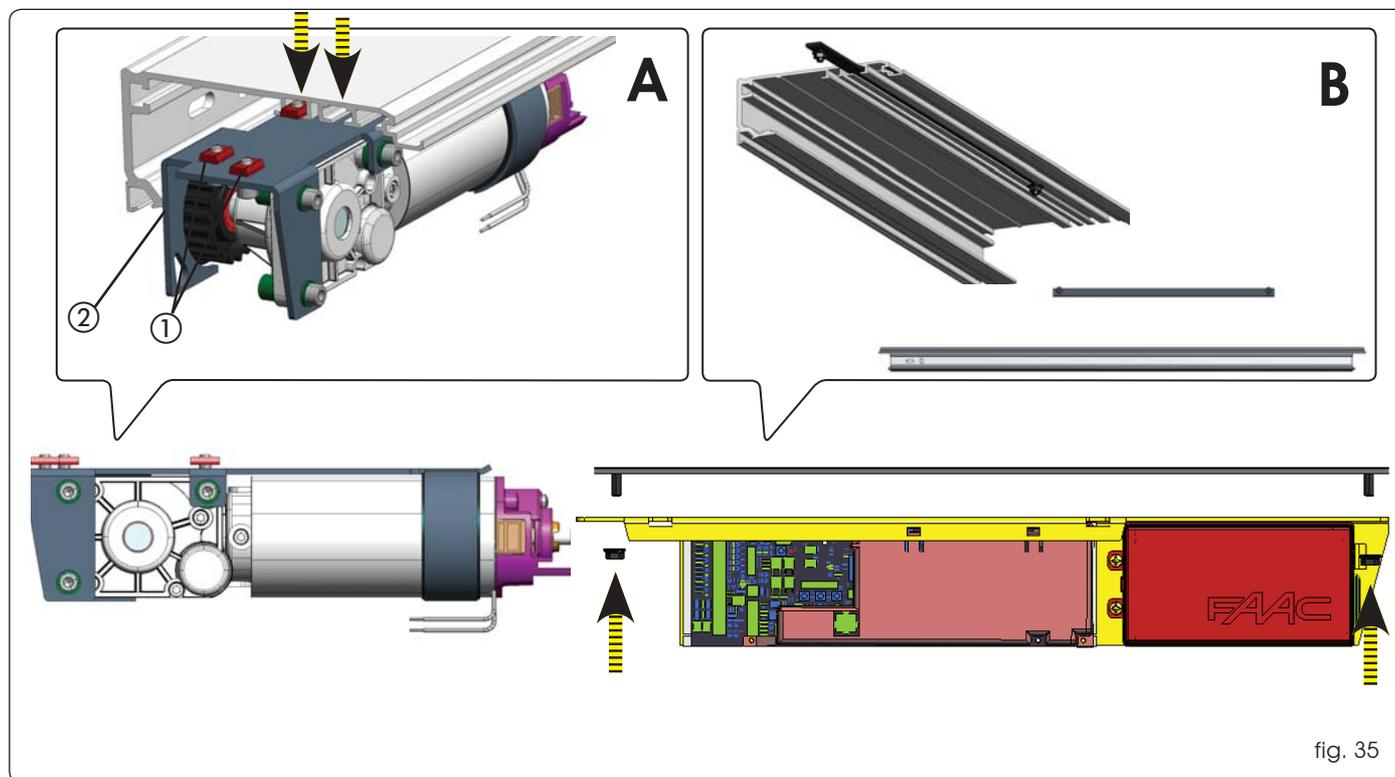

fig. 35
Ensuite, introduire le module électronique et le fixer avec les deux boulons de la tige. (fig. 35 B ① ②).
Introduire 3 plaquettes sur le côté du profil et monter le moteur avec les 3 vis sur le profil de soutien (fig. 35 A ①).
On a prévu sur la patte du moteur un gabarit ayant une fonction anti-soulèvement de la courroie (fig. 35 A ②).